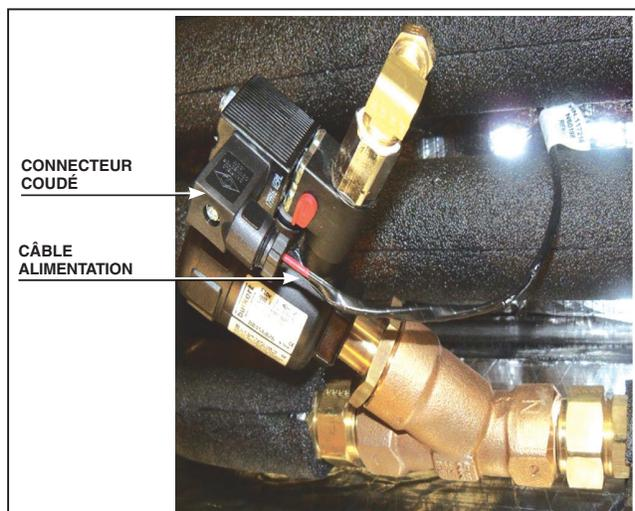

Figure 6 - Connexion électrique de la soupape de chauffage (typique)
6. Débrancher le connecteur coudé du câble d'alimentation de la soupape pilote. Voir Figure 6.
7. Débrancher le connecteur coudé du câble d'alimentation de la soupape pilote. Voir Figure 6.